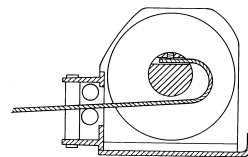

Figura 19
**Siempre reemplace el cable de alambre con la pieza de refacción del fabricante idéntica** (vea la lista de piezas). Pase el extremo de sujeción del cable de alambre por la guía de entrada (si está equipada con ella) y sujételo al tambor. Al insertar el cable de alambre al tambor, inserte el extremo correcto al orificio provisto (Figura 19). Apriete bien el tornillo prisionero. Es importante que el cable de alambre esté firmemente sujeto al tambor. Una mala manera de hacerlo es sujetar el gancho del cable de alambre en un punto fijo en la pendiente ligera y arrollarlo al lado del vehículo.